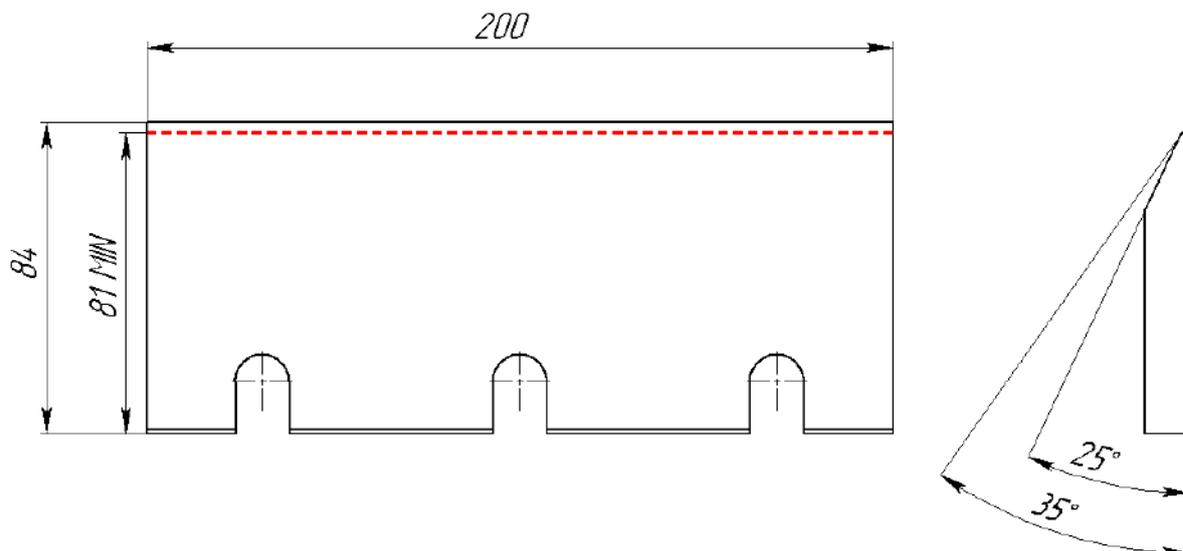

Рисунок 36. Схема заточування ножа
- Ножі потрібно заточувати під кутом 35 градусів до тих пір, поки його висота не стане меншою за 81 мм (див. Рис. 36);